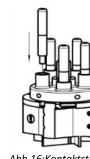

Abb.16: Kontaktstift einsetzen
2. Neuen Kontaktstift einsetzen (Abb.16).